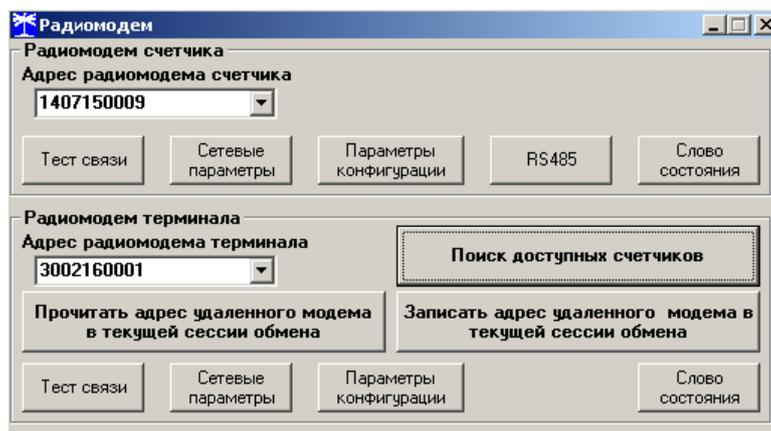

Рисунок 50 – Форма «Радиомодем»
26.2.1 С помощью терминала (или радиомодема М-4.02) можно определить счетчики, находящиеся в зоне радиовидимости терминала. Поиск счетчиков производится посредством формы «Доступные счетчики», вид которой приведен на рисунке 52. Вызов формы производится по кнопке «Поиск доступных счетчиков» на поле формы «Радиомодем» (рисунок 50).